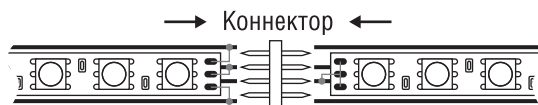

Рис. 4. Соединение при помощи коннектора
- 2) Подключите участки светодиодной ленты в соответствии с полярностью, см. Рис. 4. Контакты коннектора NLSC-connector-5050-RGB-220 должны войти по центру соответствующих проводов (жил), идущих по всей длине ленты.